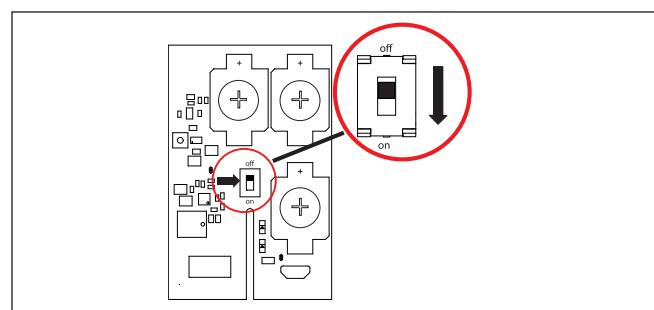

Abb. 4 Schalter zum Aktivieren der EWFS Wetterstation eco
**Bevor Sie nach der Montage an Wand, Decke oder Standrohr den Deckel schließen und fest-schrauben, aktivieren Sie die EWFS Wetterstation eco. Stellen Sie hierfür den Schalter auf der Leiterplatte auf "on" (siehe Abb. 4)**
- Aktivieren Sie die EWFS Wetterstation eco durch das Umlegen des Schalters auf der Leiterplatte auf "on" (siehe Abb. 4 auf Seite 2).